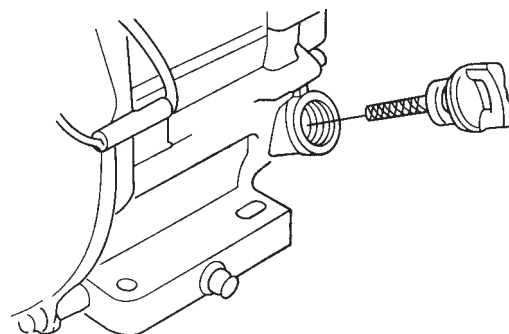

Bild 19. Motorns oljesticka (borttagning)
2. Ta bort oljestickan från motorns oljepåfyllningshål (bild 19) och torka rent.